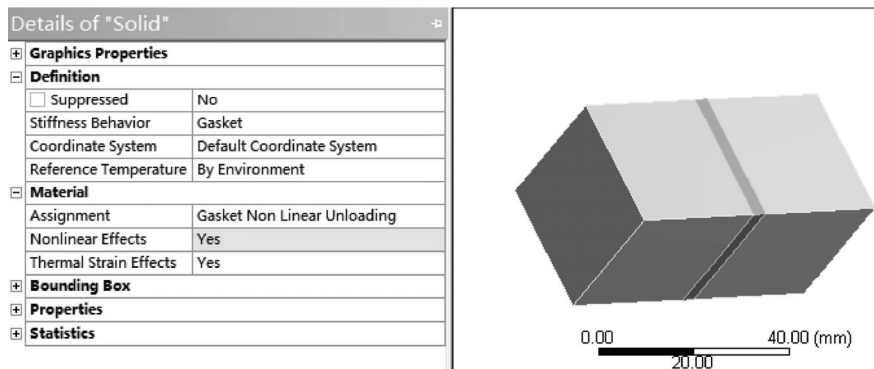

图 17-10 设置垫片材料和垫片行为
3) 单击参数列表中的 Material 选项下 Assignment 黄色区域后的 , 此时会出现设置的材料, 选择 Gasket NonLinear Unloading 即可将其添加到模型中去。此时树结构图 Geometry 前的 ? 变为 ✓, 表示材料已经添加成功。然后将 Stiffness Behavior 设置为 Gasket, 如图 17-10 所示。